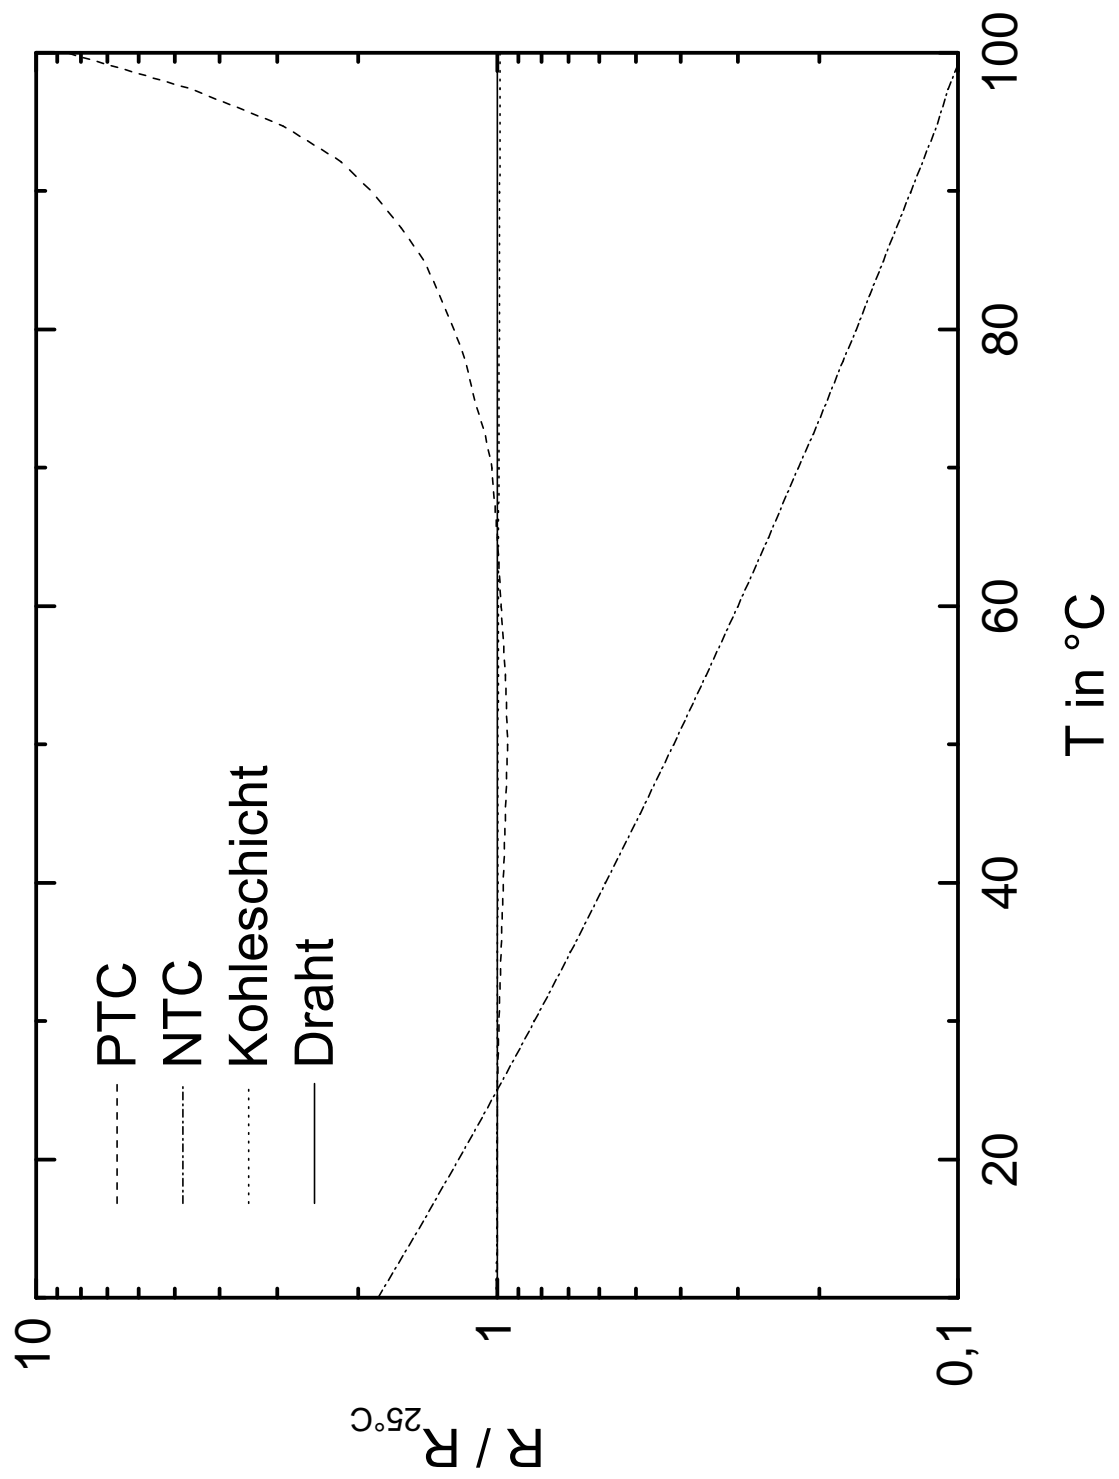

Abbildung 6: Kennlinien verschiedener Widerstände
- Identifizierung von Widerständen: Jedes Team erhält 2 Platinen, auf denen jeweils 2 unterschiedliche Widerstandsbauelemente befestigt sind (pro Team liegen also 4 verschiedene Widerstandsbauelemente vor), deren Typ jeweils zu bestimmen ist, z.B. Drahtwiderstand, Kohleschichtwiderstand, NTC-Widerstand, PTC-Thermistor. Dazu sollen der elektrische Widerstand und dessen Temperaturabhängigkeit bestimmt werden. Die Spezifikationen, die zur Identifizierung der Widerstände benötigt werden, werden in Diagrammform vorgegeben und befinden sich im Anhang dieser Anleitung (s. Abbildung 6). Tauschen Sie erneut innerhalb der Teams die Messdaten aus.